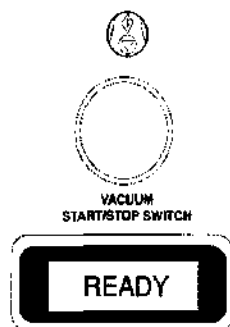

Рис. 4-7: Переключатель VACUUM START/STOP (НАЧАЛО/ОКОНЧАНИЕ ОБРАЗОВАНИЯ ВАКУУМА)
1. Нажмите и удерживайте переключатель **VACUUM START/STOP** (НАЧАЛО/ОКОНЧАНИЕ ОБРАЗОВАНИЯ ВАКУУМА), запишите **ТЕСТОВЫЕ (PRE-OP TEST)** показания создания вакуума у пациента с ЖК экрана и отпустите переключатель **VACUUM START/STOP** (НАЧАЛО/ОКОНЧАНИЕ ОБРАЗОВАНИЯ ВАКУУМА) (рис. 4.7).
2. Отметьте **РАБОЧИЕ (OPERATING)** показания создания вакуума у пациента на ЖК экране. Показания должны вернуться к записанному ранее уровню в течение примерно пяти (5) секунд.